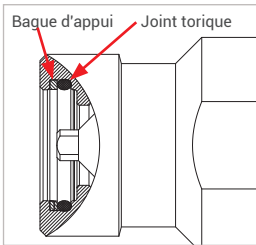

Figure 3
- ▶ Avant d'installer l'insert d'about, vérifier (pos. 7) que les deux composants d'étanchéité (joint torique et bague d'appui, *Figure 3*) respectent l'ordre de montage, sont bien positionnés et intacts.